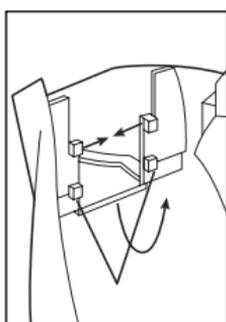

Figura 2
3. Para quitar el deflector del filtro (*Véase la Figura 2*): Quite el filtro, deslice los clips superiores del deflector hacia adentro hasta que se suelten los soportes altos del deflector, deslice el deflector hacia abajo hasta que los clips bajos del deflector suelten los soportes bajos del deflector, después mueva el deflector para atrás hacia la manija, y sáquelo hacia arriba.